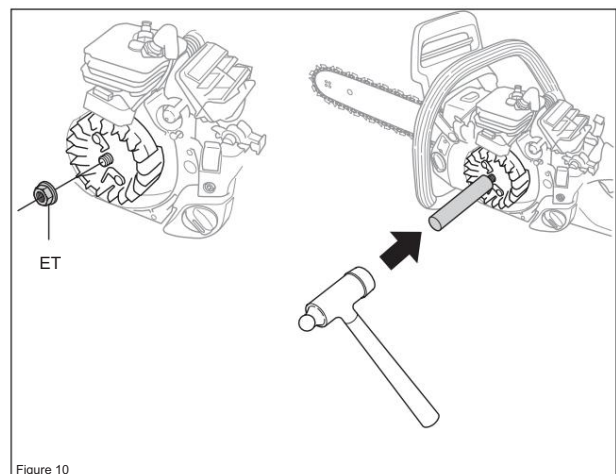

Figure 10
Desserrez l'écrou du volant (E) à l'aide d'une douille appropriée et retirez-le. (voir figure 10)
Frappez sur le poinçon à l'aide d'un maillet métallique jusqu'à ce que le volant se dégage de l'arbre. Déposer le poinçon et le volant moteur. (voir figure 10)